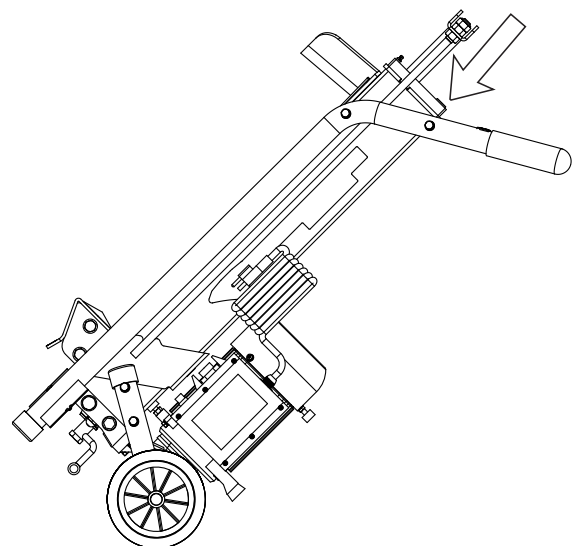

Figura 11
4. Voltee el partidor de leña sobre el lado del motor. **(CONSULTE LA FIGURA 11)**